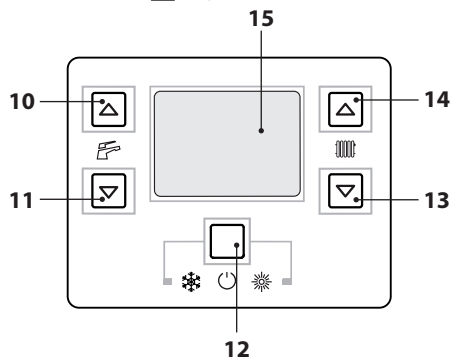

Figura 6.5
- Mantenga pulsado durante 2 segundos el botón 12 hasta que aparezcan en el display los símbolos  y  Figura 6.5.
- Apague la caldera manteniendo pulsado durante 2 segundos el botón 12 (Figura 6.5) hasta que aparezca en el display LCD el símbolo  (los guiones se encienden en secuencia para simular un desplazamiento) (Figura 6.4).